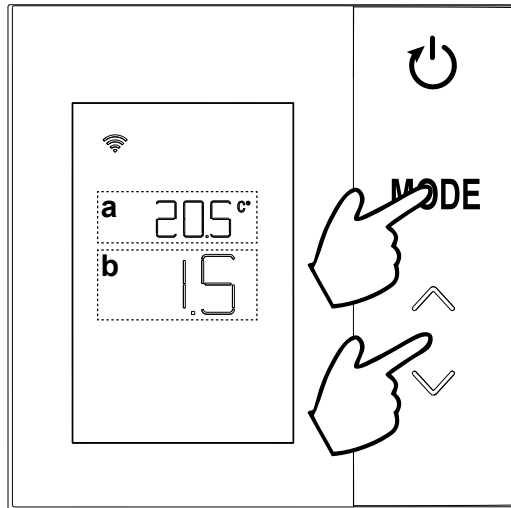

fig. 30
1. El valor de la corrección (**b** “fig. 30”), modificable con las teclas  .
2. La temperatura medida (**a** “fig. 30”) a la que se aplica la corrección “b” configurada.